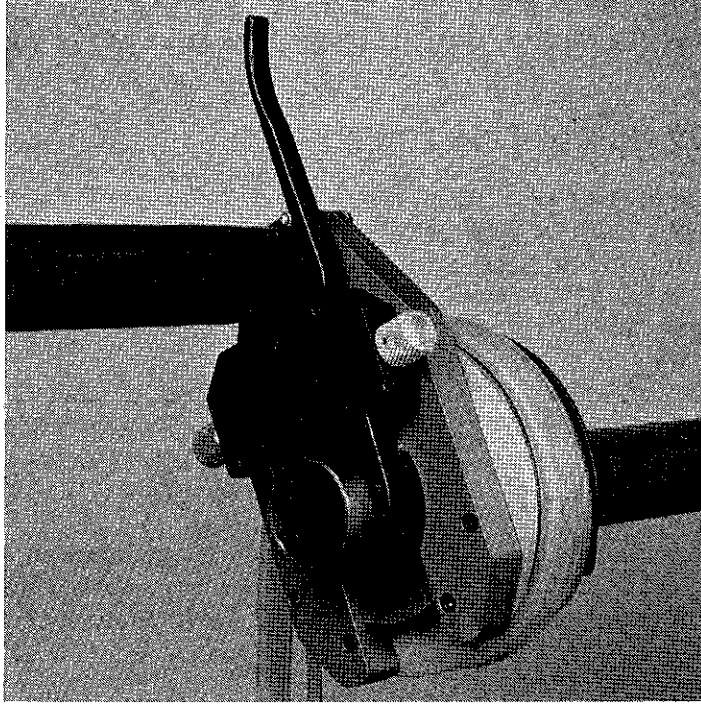

Bild 1
- 6.1 Zangenspannvorrichtung (Bild 1)